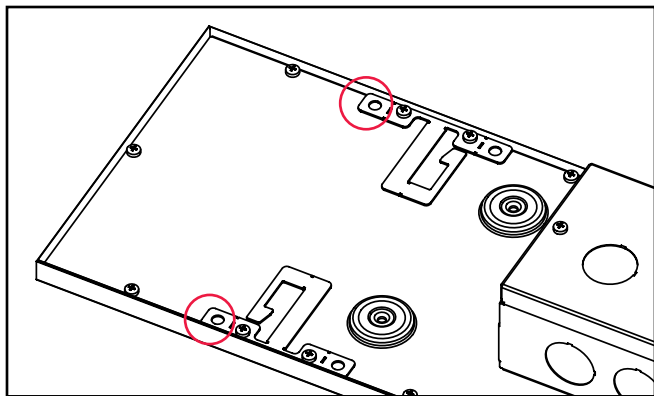

Figura 2.
**Nota:** El peso de la luminaria se encuentra detallado abajo. Asegúrese de que la ubicación de la rejilla soporta el peso de la luminaria antes de continuar con el siguiente paso. Si no está seguro, utilice un cable para sujetar la luminaria a la viga de apoyo arriba de la luminaria por medio de los agujeros circulares en las lengüetas de los clips de la rejilla. (Figura 2.)